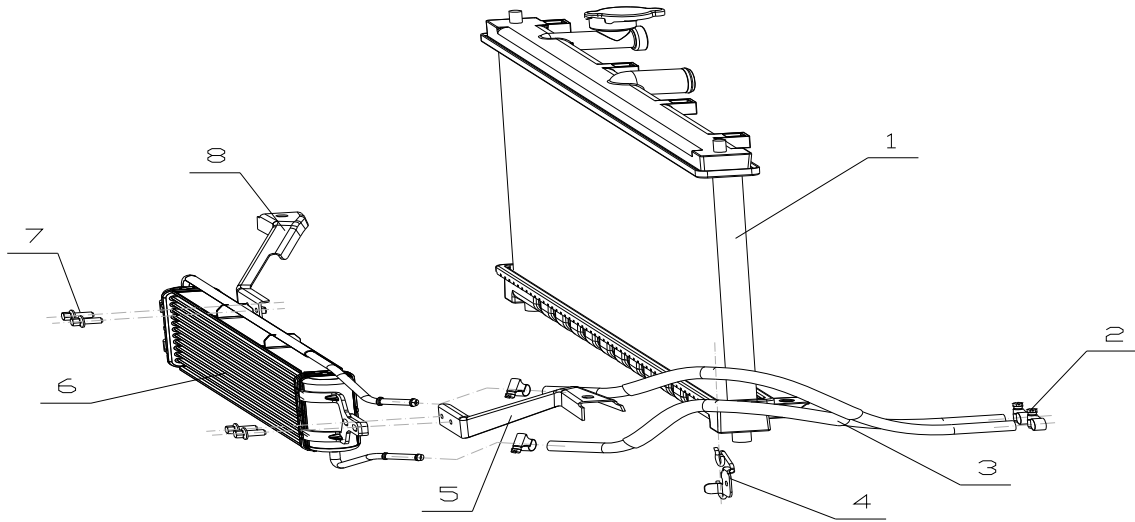

图 8-13
(1) 拆除油冷器软管连接变速箱处的2个A型蜗杆传动式软管卡箍（Q67516），放掉油冷器中变速箱油，见图8-13；
(2) 拆除油冷器软管连接油冷器的两个A型蜗杆传动式软管卡箍（Q67516）；
(3) 拆除油冷器与油冷器支架连接的四个螺栓。